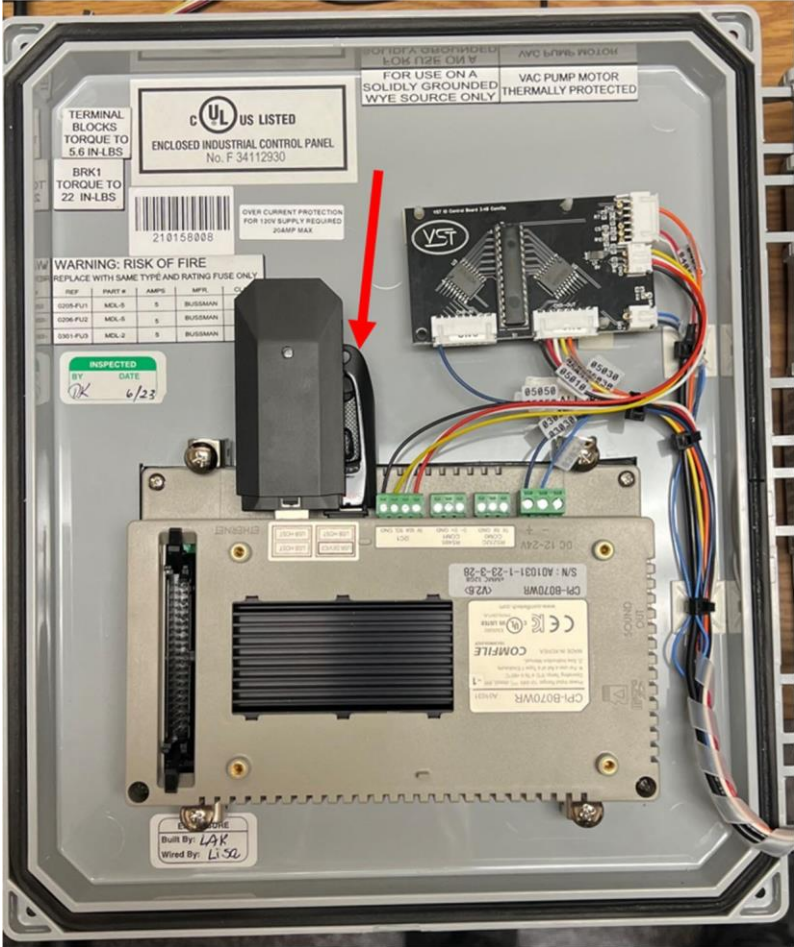

Figura 8-24: Unidad USB para almacenamiento digital (de datos)
2. Cuando la unidad de almacenamiento digital (unidad USB) no se inserta correctamente en la ranura del PLC. **Ver Figura 8-24**